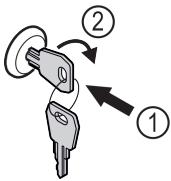

Fig. 151
- ▶ Zatlačte kľúč Fig. 151 (1).
- ▶ Otočte kľúč o 90° v smere hodinových ručičiek Fig. 151 (2).